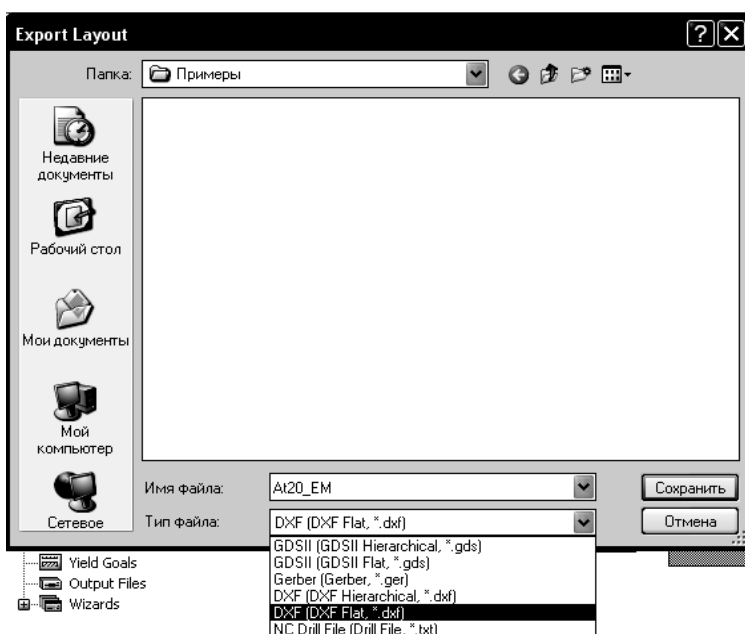

Рис. 5.53
6. Щёлкните правой кнопкой по имени скопированной электромагнитной структуры и выберите **Export EM Layout**. В открывшемся окне установите тип файла **DXF(DXF Flat, \*.dxf)** и нажмите **Сохранить** (рис. 5.53).